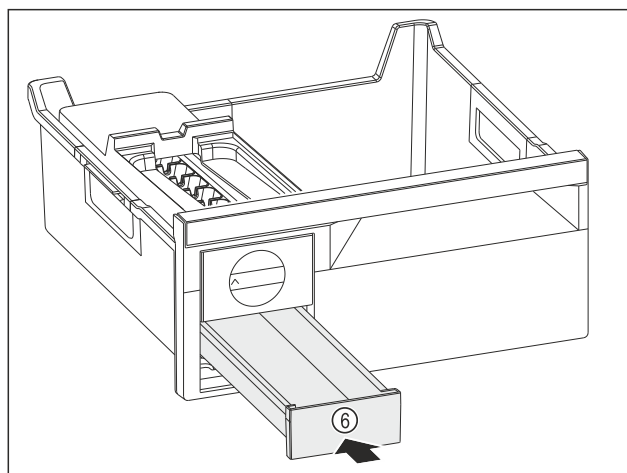

Fig. 83
- ▶ Вдвиньте выдвижной ящик для кубиков льда Fig. 83 (6).